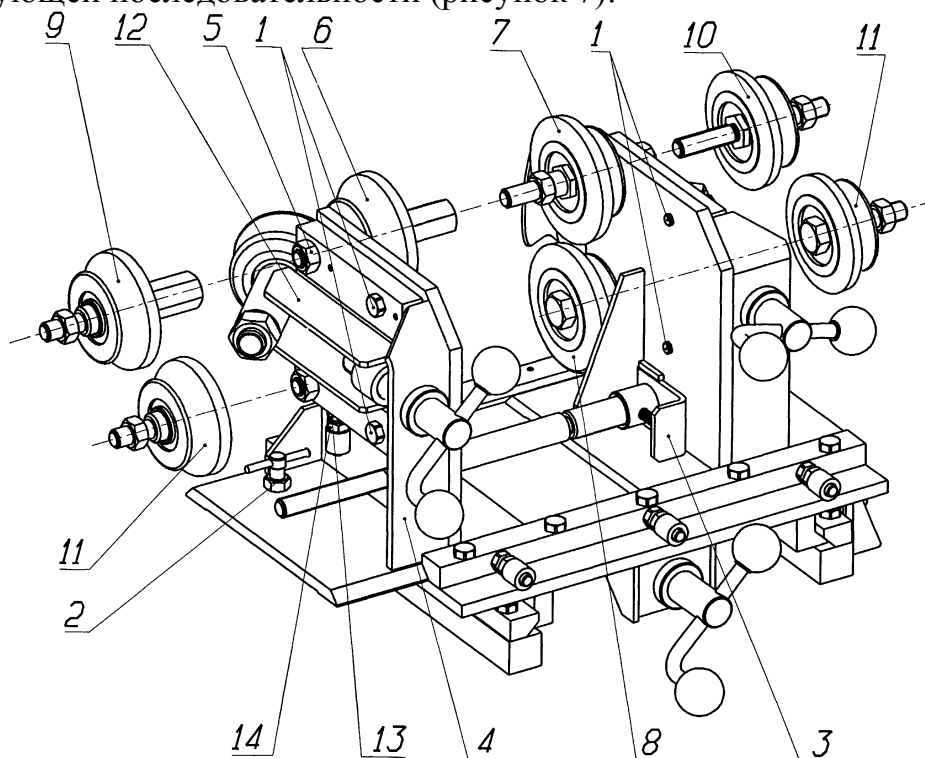

Рисунок 7 - Смена больших правильных роликов
7.8. Настройку станда для правки колёс автомобилей «Ока» производить в следующей последовательности (рисунок 7):
ВНИМАНИЕ! Для правки колёс автомобилей «Ока» необходим комплект больших правильных роликов 9, 10 и 11 (рисунок 7), поставляемый по дополнительному заказу.